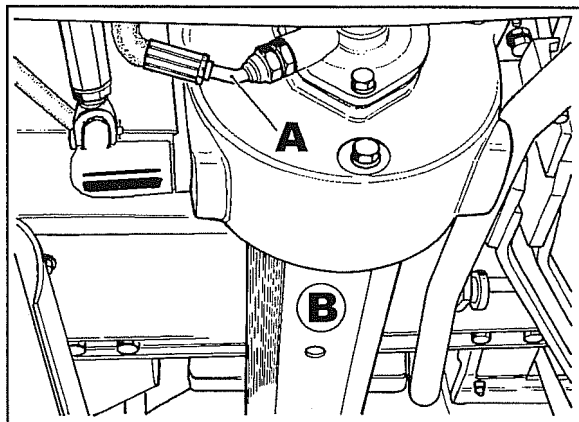
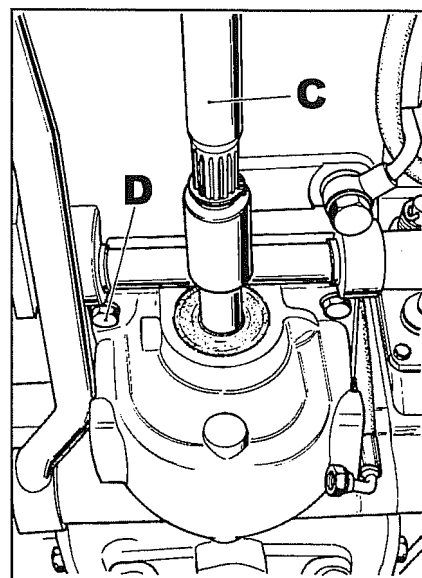

Fig. 1
Fig. 2
- 2 Débrancher le tube de refoulement de l'huile **A** fig. 1, enlever la protection **B** et désassembler l'arbre de transmission **C** fig. 2.
- 4 Déposer le carter de l'ensemble 4RM au moyen des 4 vis **D** fig. 2.